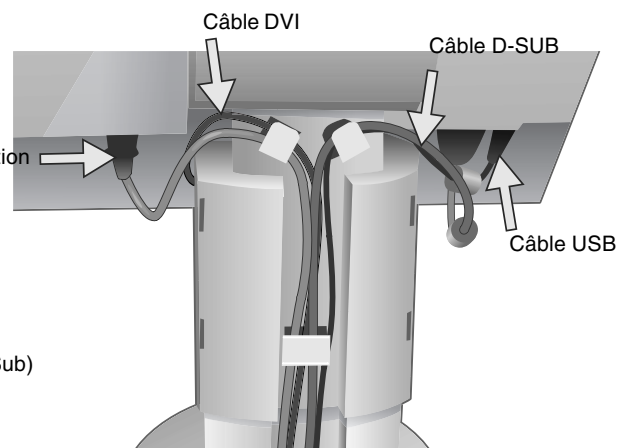

Figure C.2
5. Pour une bonne gestion du câblage, placez les câbles selon l'ordre suivant : Cordon d'alimentation et câble DVI (**Figure C.2**).
6. Placez le câble DVI et le cordon d'alimentation dans les crochets spécifiques illustrés à la **Figure C.2**.
7. Placez le D-sub et le câble USB dans les crochets spécifiques illustrés à la **Figure C.2**.